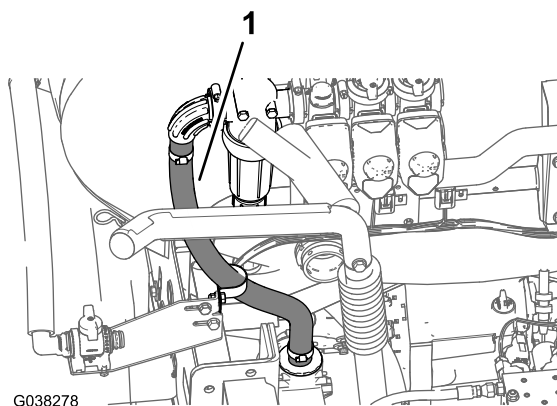

Рисунок 71
- Проложите шланг подачи опрыскивателя вниз и в сторону тройника, расположенного впереди относительно клапана сброса давления, как показано на Рисунок 71.